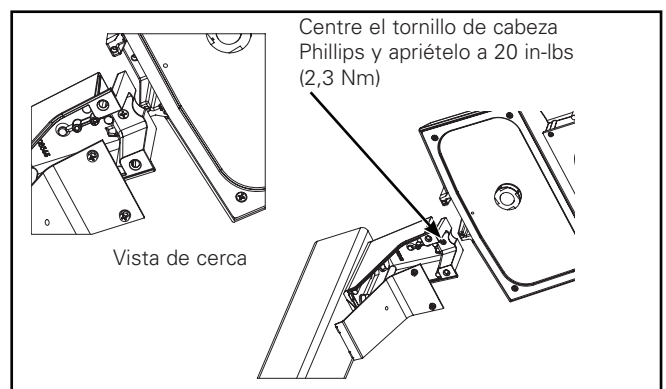

Figura 3
3. Doble los cables del luminario firmemente en dirección a la puerta del luminario cuando lo deslice sobre el brazo de montaje. Apriete el tornillo de cabeza Phillips central a 20 in-lbs (2,3 Nm). (Figura 3)